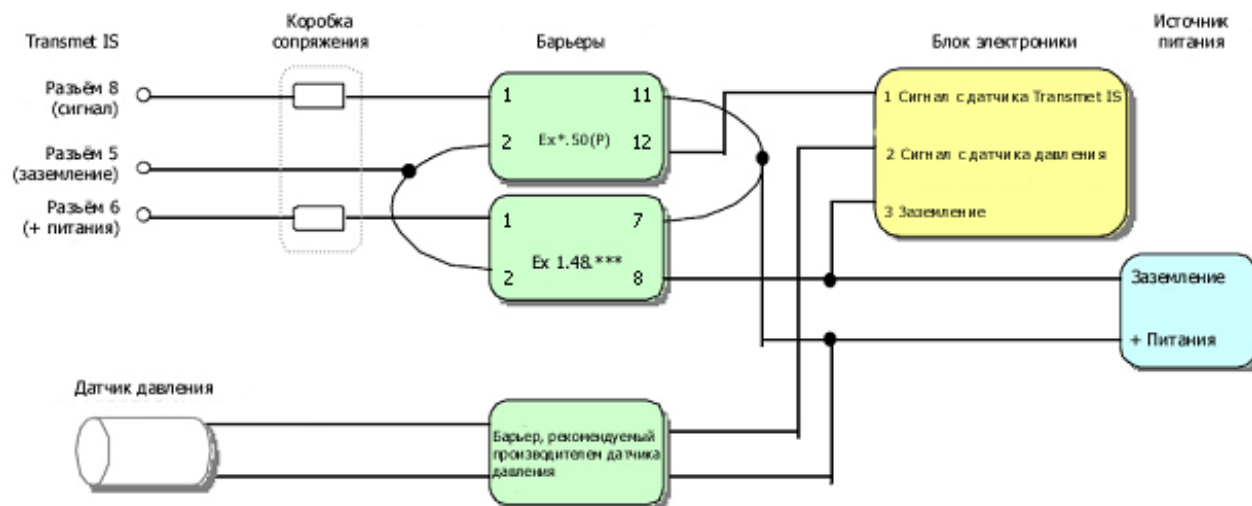

Рис. 4. Соединение датчика и блока электроники с помощью барьеров KFD2-SD-Ex1.48.** и KFD0-CS-Ex*.50(P).
Данный способ подразумевает использование двух искробезопасных барьеров – один используется для питания, второй – для передачи сигнала. Для питания используется барьер Pepperl & Fuchs типа KFD2-SD-Ex1.48 или KFD2-SD-Ex1.48.90A. Для передачи сигнала используется барьер Pepperl & Fuchs модификации KFD0-CS-Ex1.50(P) или один канал барьера типа KFD0-CS-Ex2.50(P). Схему подключения см. рис. 4.